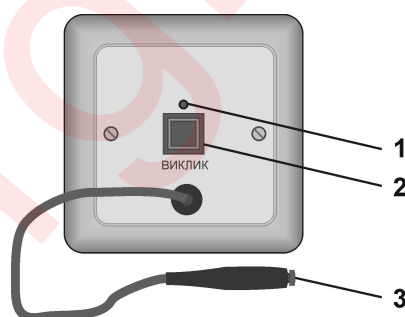

Рисунок 5
- 9.4. Размещение органов управления и индикации на кнопке вызова КВ-03 приведены на рис. 5